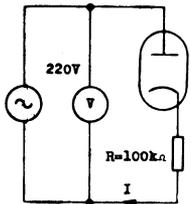

Fig. 21
21. Wie groß ist der Mittelwert des Gleichstromes im $100\text{-k}\Omega$ -Belastungswiderstand (Fig.21)? Der Diodenwiderstand kann vernachlässigt werden.